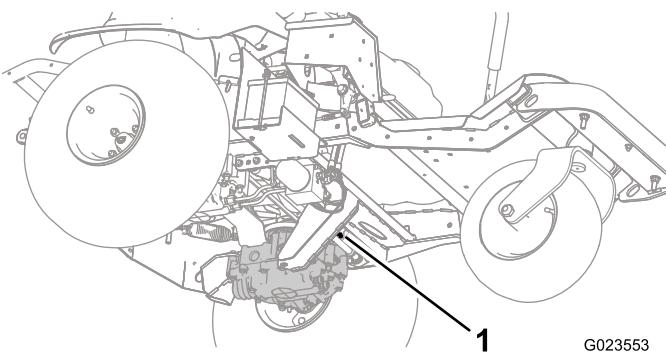
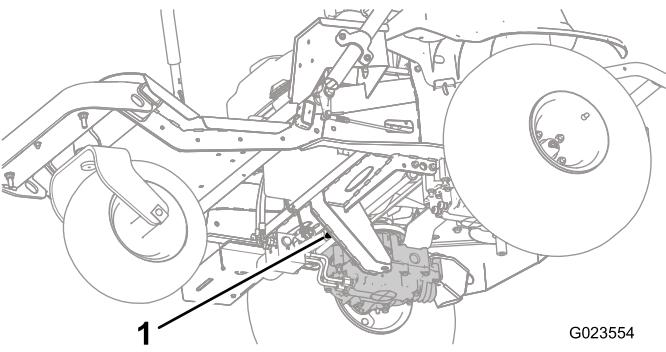
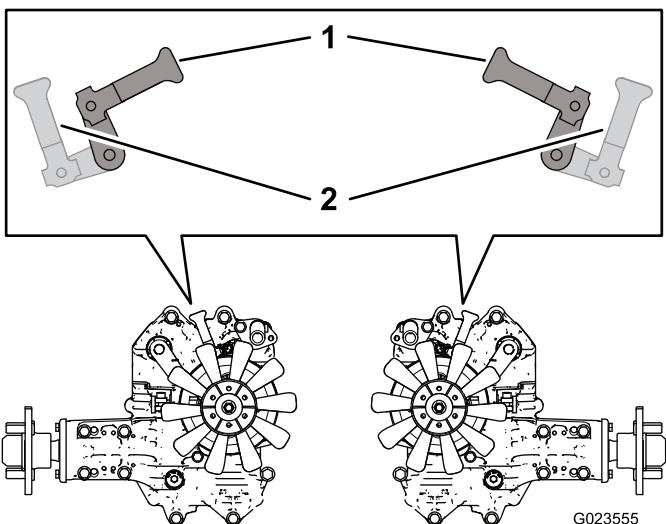

Figure 28
Figure 29
Figure 30
3. En passant sous la machine, tournez les leviers de dérivation (Figure 28 et Figure 29) pour les orienter vers l'intérieur et le centre de la machine (Figure 30), puis desserrez le frein de stationnement ; voir Desserrage du frein de stationnement \(page 29\).
vers l'avant de la machine pour pouvoir conduire cette dernière (Figure 30).